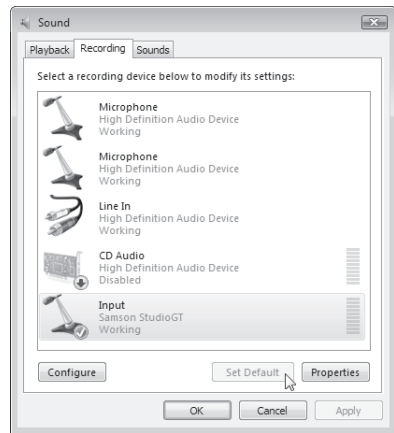

Abb. 2
4. Sollte der Studio GT nicht als Standardgerät gewählt sein, können Sie ihn unter "Sound" in der Systemsteuerung wählen (Abb. 2).